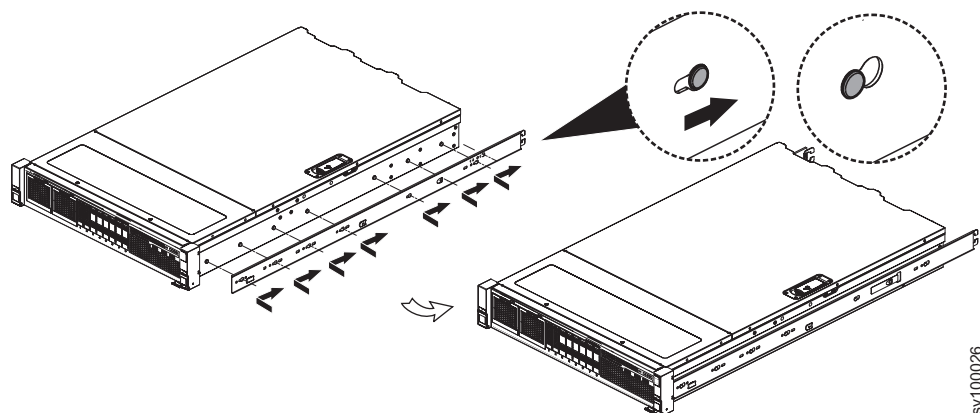

Figura 60. Conectar a seção interna do trilho ao chassi
4. Instale a seção interna do trilho no chassi. Não é necessário usar parafusos. Ajuste os furos na seção interna do trilho sobre os cabeçotes dos pinos na lateral do dispositivo, em seguida, deslize o trilho em direção à parte traseira do dispositivo para bloquear, conforme mostrado em Figura 60 na página 90